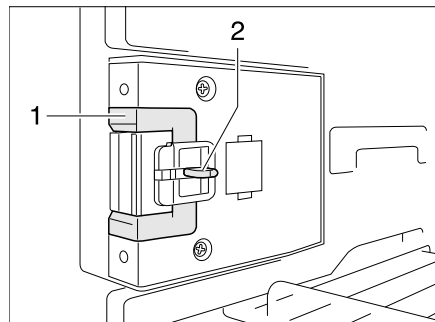
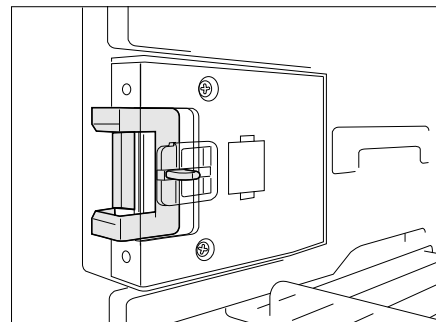

Bild 204 Verschlusseinrichtung in Normalstellung
Bild 205 Verschlusseinrichtung in Lüftungsstellung
■ Die Entriegelung (Bild 204,2) eindrücken.
■ Die Verschlusseinrichtung (Bild 204,1) nach vorn schieben (Bild 205).